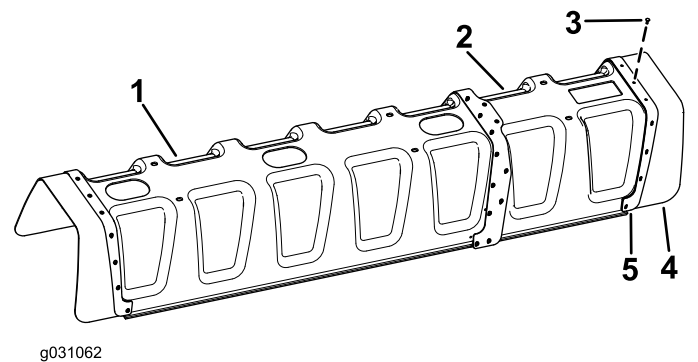

Figura 7
3. Utilizzando 11 ribattini con spina (3/16" x 1/2") e rondelle (3/16") montate il cappuccio in gomma e la piastra di rinforzo (dalla copertura a 11 ugelli) alla copertura a 12 ugelli (Figura 7).